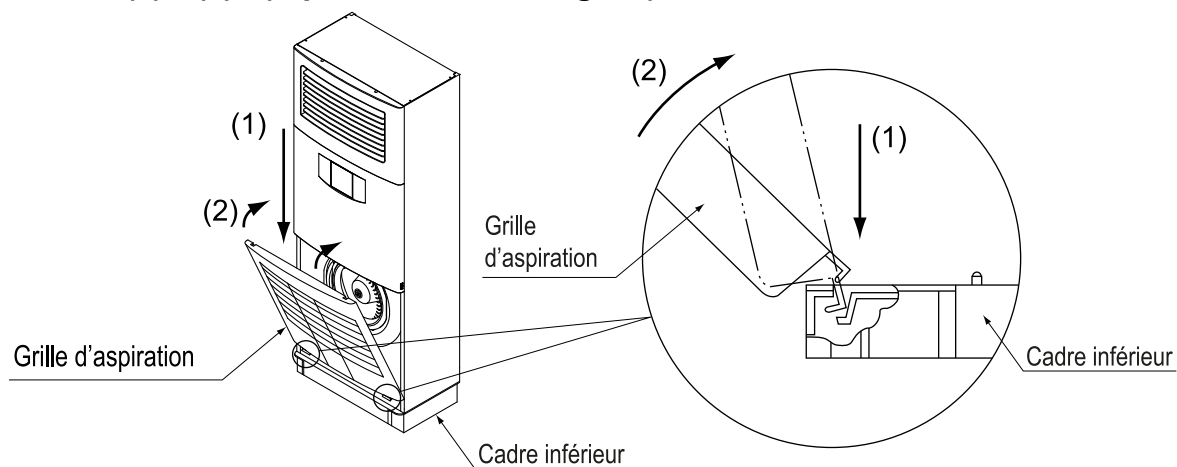

Fig. 40
1. Accrochez la grille d'aspiration dans la rainure du cadre inférieur de l'unité dans l'ordre (1)→(2). (reportez-vous à la fig. 40).